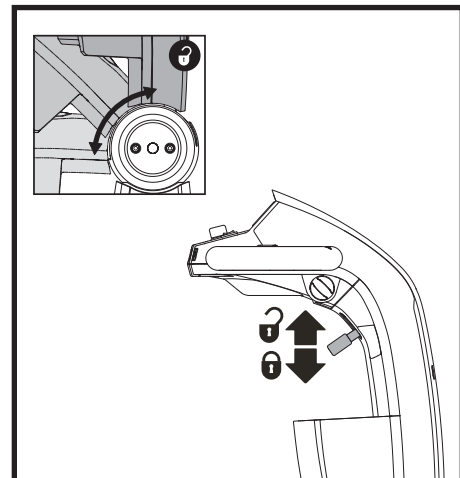

Figura 13. Regolazione manubrio
## INCLINAZIONE DEL MANUBRIO (Vedere figura 13)
1. Sollevare la leva di regolazione della barra. Vedere figura 13.